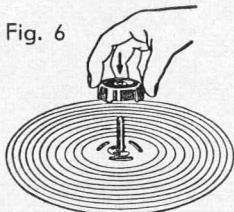

Fig. 6
2.21 Introduire l'axe ordinaire (axe court), la pointe vers le bas (Fig. 6).
2.21 Colocar el eje de tocadiscos corto, de forma que su parte puntaigada entre en el buje del plato portadiscos (Fig. 6).
2.21 Kurze Spielerachse mit Spitze nach unten einsetzen (Fig. 6).
2.21 Insert single-play spindle with pointed end downwards (Fig. 6).